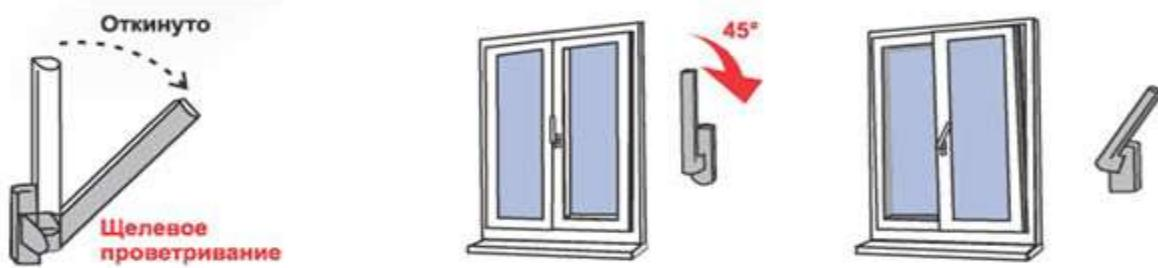

Рис. 3
4) Для перевода створки в положение «Проветривание» ручку поворачивают из положения «Откинуто» в положение «Проветривание» на 45 градусов (см. Рис. 3). При этом створка окна (после небольшого поворота относительно нижней горизонтальной оси) фиксируется, будучи неплотно прижатой к раме окна вверху. Зазор между рамой окна и створкой(в верхней части) в данном режиме может составлять от 5 до 10мм. и регулируется небольшим поворотом ручки (**щелевой режим**).